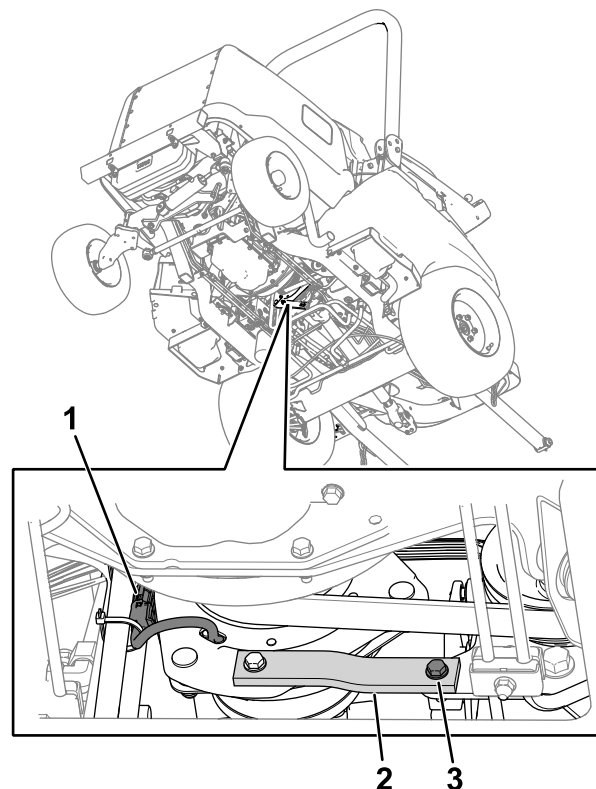

Рисунок 76
2. Отсоедините разъем жгута проводов сцепления от жгута проводов машины (Рисунок 76).
3. Удалите болт, шайбу и гайку с резиновой ленты (Рисунок 76) на раме.